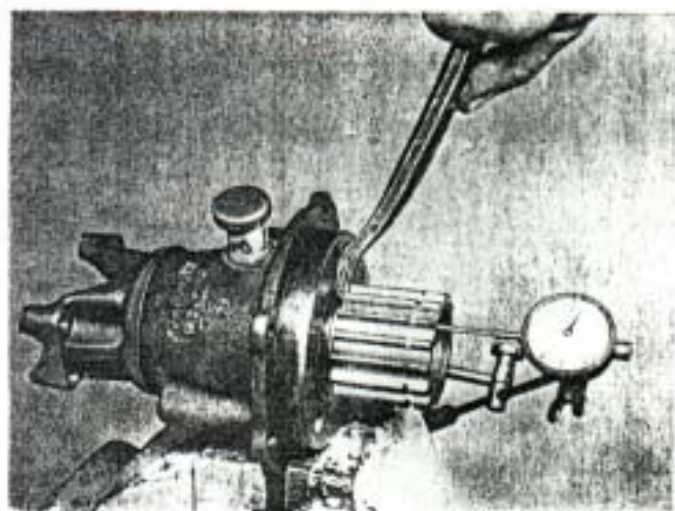

Fig. 301. - Midiendo el juego axial del eje de salida trasero.
- 6) Montar un comparador como se indica en la Fig. 301, a efectos de medir el juego axial del eje. Tomada ésta medida, adecuar el paquete de suplementos necesarios a efectos que el juego final esté entre 0,025 a 0,076 mm (.001" a .003").